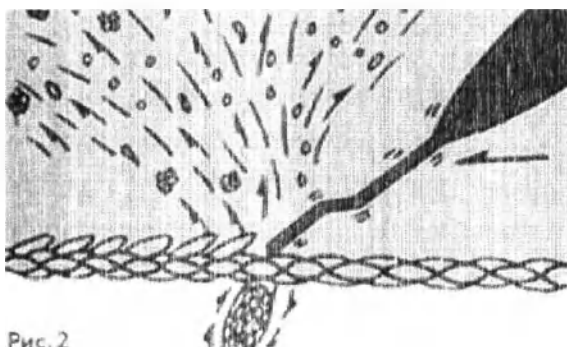

Рис. 2
2. Начните проведение процедуры чистки. Во время этой процедуры аппарат должен быть обращен вверх выпуклым углом на металлической лопаточке, а конец лопаточки должен располагаться примерно под углом 45° к поверхности кожи (см. рис. 2).